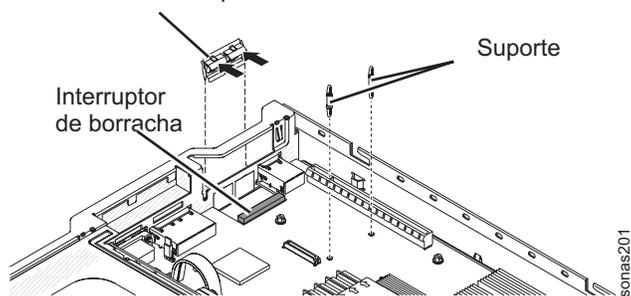

Figura 14. Local do Painel de Preenchimento do Adaptador Ethernet no Chassi
5. Remova o painel de preenchimento do adaptador Ethernet na parte traseira do chassi (se ele não tiver sido removido ainda). Consulte o Figura 14.